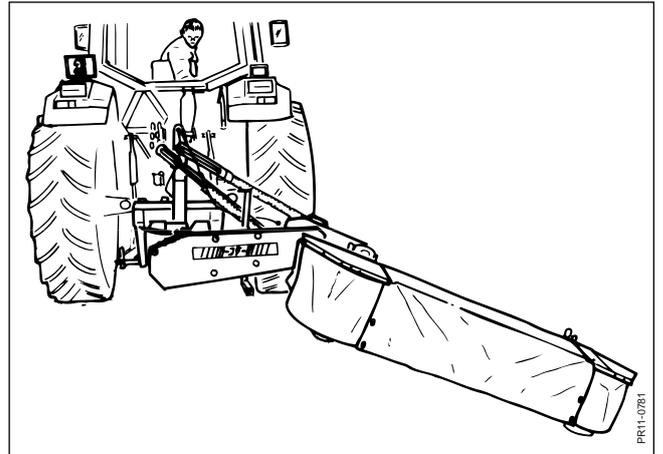

Fig. 3-4
**Fig.3-4:** Möchten Sie abwärts an Abhänge ernten, wird die Maschine gesenkt bis sie auf den Boden steht. Wenn an steilen Abhängen gearbeitet wird, muß die Maschine regelmäßig waagrecht gestellt werden, um Schmierung der oberen Scheiben und Zahnräder zu sichern.